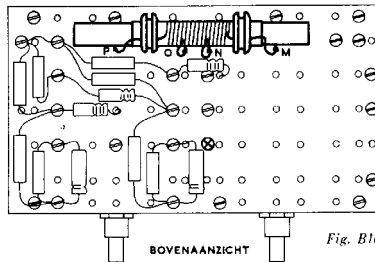

Fig. B10
19. Bind de antennespoel dus volgens fig. B10 op de bruine isolatieplaat vast met twee stukjes koord. Knoop het koord samen in de groeven van de rubbertulen. Gebruik voor het vastzetten van de spoel **nooit** metaaldraad, maar altijd het speciale koord of eventueel twee stukjes touw.